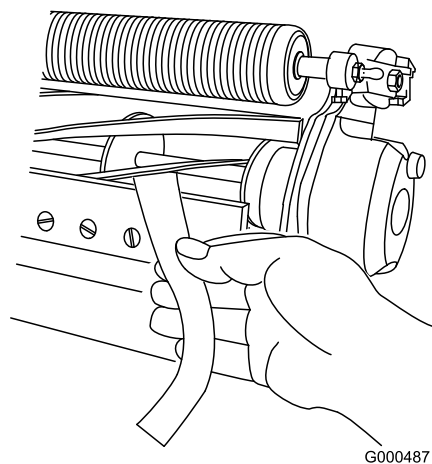

Figura 13
10. Pruebe el rendimiento de corte insertando una tira larga de papel de prueba del rendimiento de corte (Pieza Toro N° 125-5610) entre el molinete y la contracuchilla, perpendicular a la contracuchilla (Figura 13). Gire el molinete **lentamente** hacia adelante; debe cortar el papel.